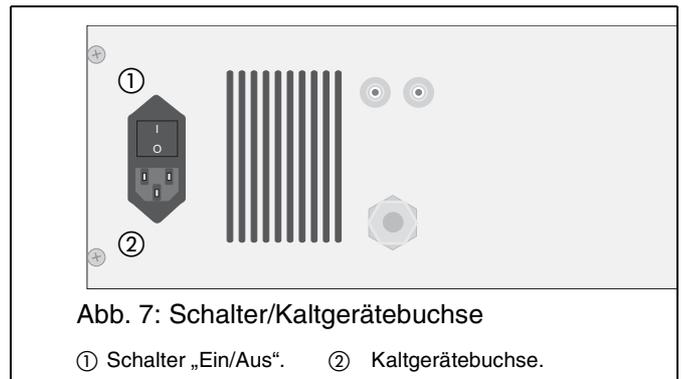

Abb. 7: Schalter/Kaltgerätebuchse
Verbinden Sie nun die Kaltgerätebuchse an der Rückwand des *COMmander Basic 19"* (Punkt ② in Abb. 7) anhand des beiliegenden Netzkabels mit einer **frei zugänglichen 230-V-Schutzkontaktsteckdose**.
Schalten Sie das Gerät anschließend über den Schalter an der Rückwand ein (Punkt ① in Abb. 7).